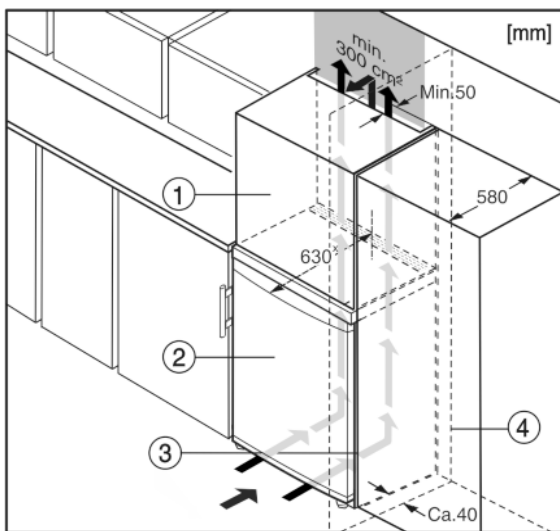

Fig. 5
Okoli naprave lahko vgradite kuhinjske omare. Za poravnavo naprave Fig. 5 (2) s kuhinjskimi elementi lahko nad napravo postavite ustrezno nadgradno omarico Fig. 5 (1).
Pri vgradnji naprave v kuhinjske omare (globina največ 580 mm) lahko napravo postavite direktno ob kuhinjsko omaro Fig. 5 (3). Naprava je ob strani postavljena 34 mm \* in na sredini 50 mm \* od čelne stranice kuhinjske omare.
Če napravo postavite s tečaji poleg stene Fig. 5 (4), mora razdalja med napravo on steno znašati najmanj 40 mm. To ustreza velikosti ročaja pri odprtih vratih.